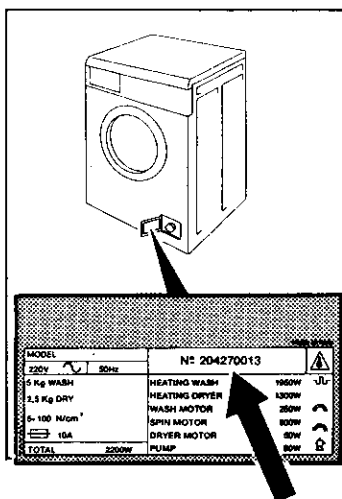

Fig. 12
- Précisez le modèle et le numéro de série de votre lave linge indiqués sur la plaque signalétique située sur le portillon du filtre de vidange (Fig. 12).